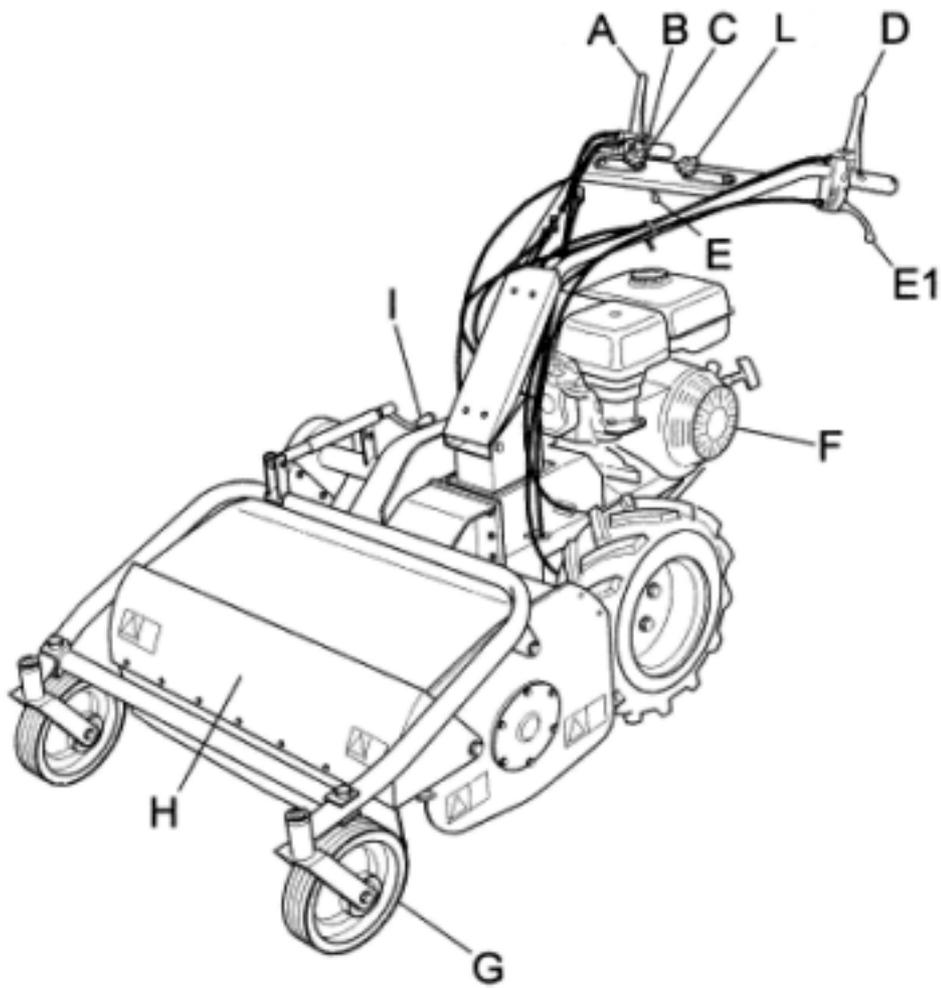
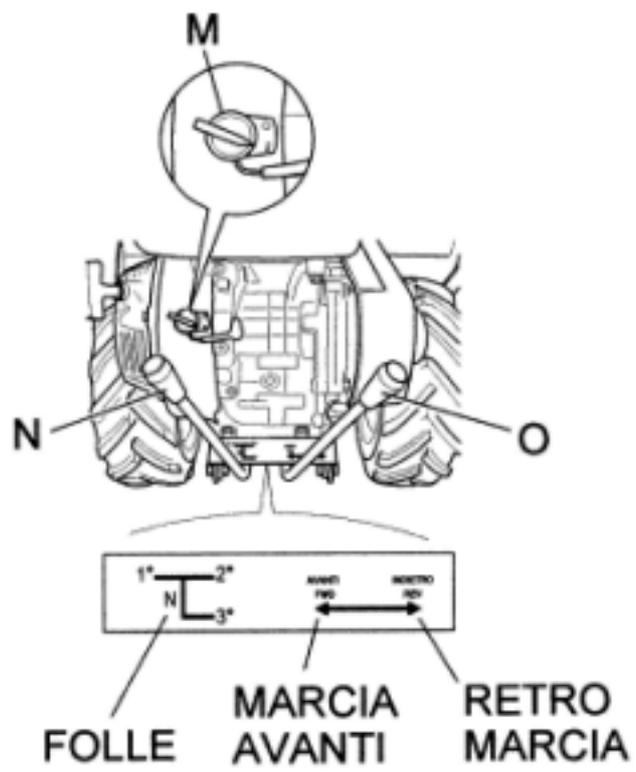

Fig. 1
Fig. 2
Serve per innestare il freno avanzamento macchina nel caso in cui il freno automatico collegato alla leva di innesto avanzamento (Fig 1 Rif. A) non intervenga.
ATTENZIONE: assicurarsi che quando si aziona la leva di avanzamento (Fig. 1 Rif . A), la leva innesto freno emergenza(Fig.1 Rif C) sia disinserita.
La protezione anteriore (Fig. 1 rif. H) si apre o si chiude automaticamente in funzione del volume dell'erba da tagliare. E' vietato utilizzare la macchina lasciando la protezione aperta. Questo potrebbe causare la proiezione di oggetti.
ATTENZIONE: se la leva del selettore marce (Fig. 2 Rif. N) è posizionata sulla 3° velocità non è possibile spostare la leva comando inversione (Fig. 2 Rif. O) sulla retromarcia.
Questa leva consente di selezionare la direzione di avanzamento della macchina (marcia avanti, folle, retromarcia). Usata in abbinamento alla leva del selettore marce (Fig. 2 Rif. N) consente di ottenere 3 marce avanti e 2 retromarce.
ATTENZIONE: se la leva comando inversione marcia (Fig. 2 Rif. O) è posizionata in retromarcia non è possibile l'inserimento della leva selettore marce (Fig. 2 Rif. N) nella posizione 3° velocità.
ATTENZIONE: prima di azionare la leva comando inversione marcia (Fig. 2 Rif O) è opportuno posizionare la leva selettore marce (Fig. 2 Rif N) nella posizione folle (N). Solo successivamente innestare la marcia desiderata.
Assicurarsi di selezionare correttamente le posizioni delle leve (Fig. 2 pos N e O) e che quest'ultime risultino saldamente bloccate in posizione; se ciò non dovesse avvenire azionare brevemente la leva avanzamento (Fig. 1 Pos. A) per consentire il corretto innesto delle velocità.
- Prima di avviare il motore, assicurarsi che entrambe le leve di innesto (frizione di avanzamento (Fig. 1, rif. A) e frizione lama (Fig. 1, rif. D) si trovino nella posizione di disinnesto (rilasciate) ; il freno risulterà automaticamente azionato; quindi posizionare la leva di selettore marce sulla posizione di folle (vedi Fig. 2 Rif. N)
- Il coperchio di protezione davanti alle lame (Fig. 1, rif. H) deve essere sempre chiuso durante l'uso della macchina.